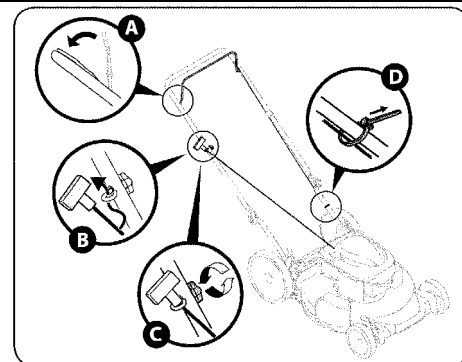

Рис. 6
- Шнур стартера присоединен к правой стороне верхней части ручки. Ослабьте барашковую гайку, которая фиксирует направляющую шнура. См. Рисунок 6.
- Медленно потяните рукоятку стартера от двигателя и заведите шнур в направляющую шнура. См. Рисунок 6.